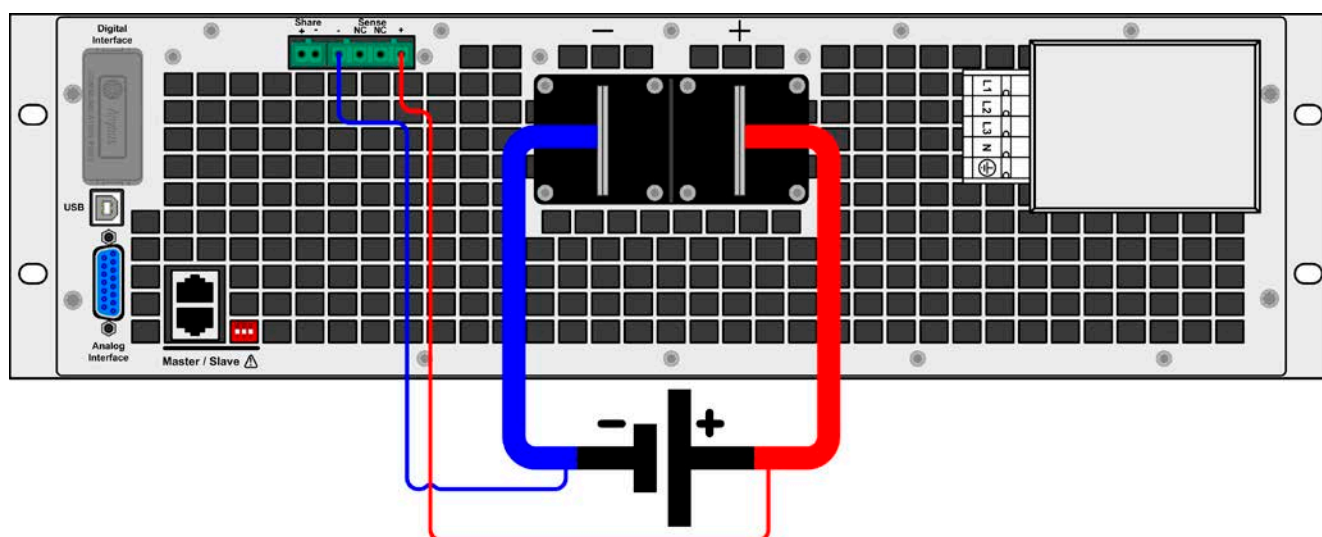

Bild 10 - - Beispiel Fernfühlungsverdrahtung
- Die Fernfühlung ist nur im Konstantspannungsbetrieb (CV) wirksam und der Fernfühlungsanschluß sollte möglichst nur solange angeschlossen bleiben, wie CV benutzt wird, weil die Schwingneigung des Systems durch Verbinden der Fernfühlung generell erhöht wird.
- (+) Sense darf nur am (+) der Quelle und (–) Sense nur am (–) der Quelle angeschlossen werden. Ansonsten könnte die elektronische Last beschädigt werden. Siehe auch Bild 10.